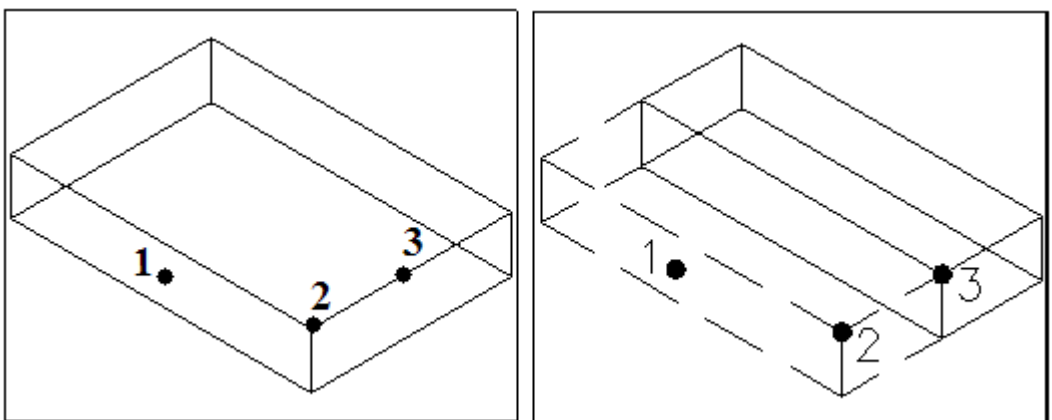

Рисунок 35 - К заданию 3.2.12
3.2.12 Создать трехмерный объект и перенести грань, указав точки переноса 1, 2, 3 (рисунок 35).